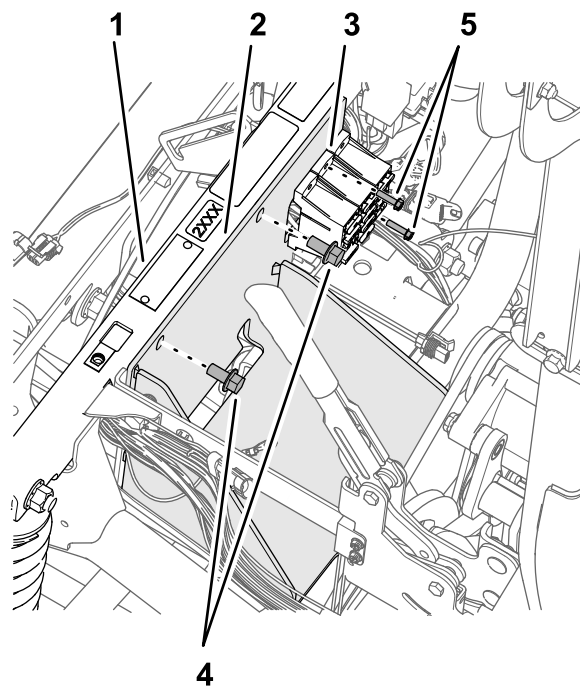

图176
2. 使用在 卸下电池 300A 和电池支架 \(页码 63\) 的步骤 4 中卸下的 2 个凸缘头螺栓 3/8 x 3/4 英寸将电池支架组装到减震支撑管上 图 176。
4. 使用在 卸下电池 300A 和电池支架 \(页码 63\) 的步骤 3 中卸下的螺栓 10-24 x 3/4 英寸和螺母 10-24 将保险丝盒安装到电池支架上 图 176。